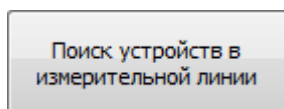

Рис.3.5 Кнопка «Поиск устройств в измерительной линии»
Для отображения цифровых датчиков, подключенных к задействованным преобразователям интерфейса, необходимо активировать кнопку «Поиск устройств в измерительной линии» (Рис.3.5).
4. Не ранее чем через 5 секунд после подачи питания активировать кнопку «Поиск устройств в измерительной линии» (Рис.3.5).